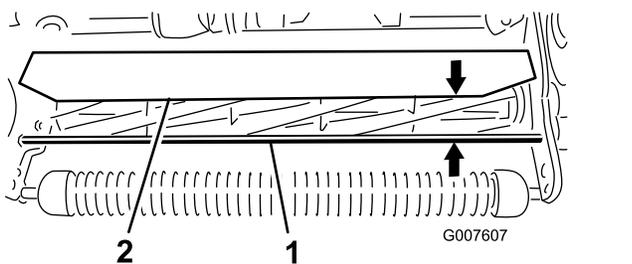

図 58
- 前サポートロッドの上面からシールドの前リップまでの距離をカッティングユニットの両端で測定する **図 58**。